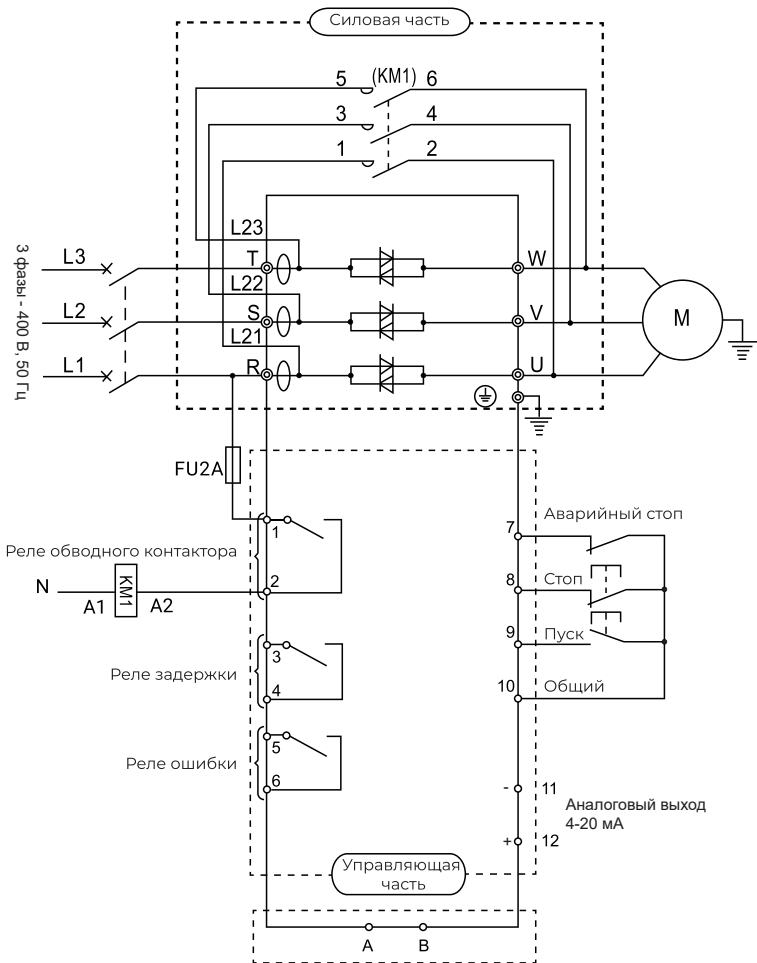

Рисунок 3 – Схема подключения клемм устройства плавного пуска серии SSI
2. Подключите клеммы согласно схеме (см. рис. 3, 4 или главу 3 полного руководства по эксплуатации). Обратите внимание, что в серии SSI установка внешнего обводного контактора обязательна.